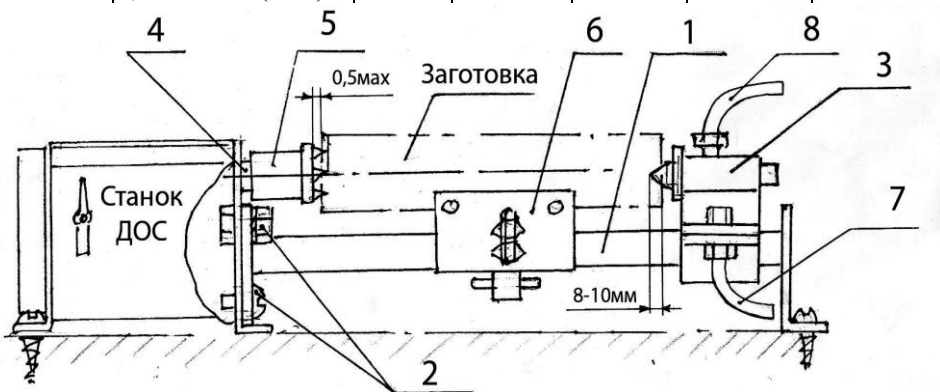

Рис.13.
4.8. Токарные операции (см. Рис.13 и Инструкцию по установке токарной приставки ТП-5(6) к станкам типа ДОС).
В нижней части корпуса на специальной платформе (18),двигающейся по пазам, установлен асинхронный электродвигатель (ЭД), связанный со строгальным валом ременной передачей. Токарная обработка производится с помощью токарной приставки, устанавливаемой с правой стороны станка (Рис.13).